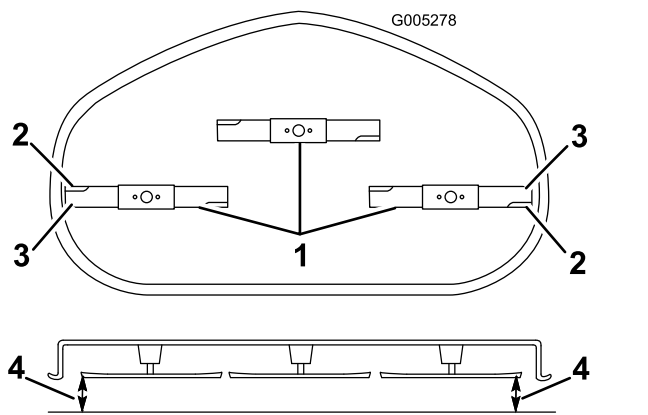

Figura 54
- Gire cuidadosamente las cuchillas hasta que estén todas orientadas lateralmente (Figura 54).
- Mida entre los bordes de corte exteriores y la superficie plana (Figura 54).